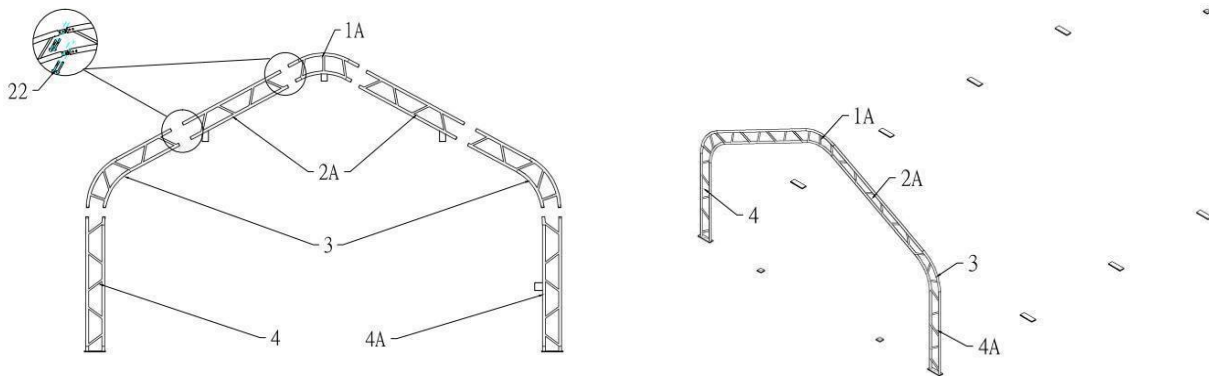
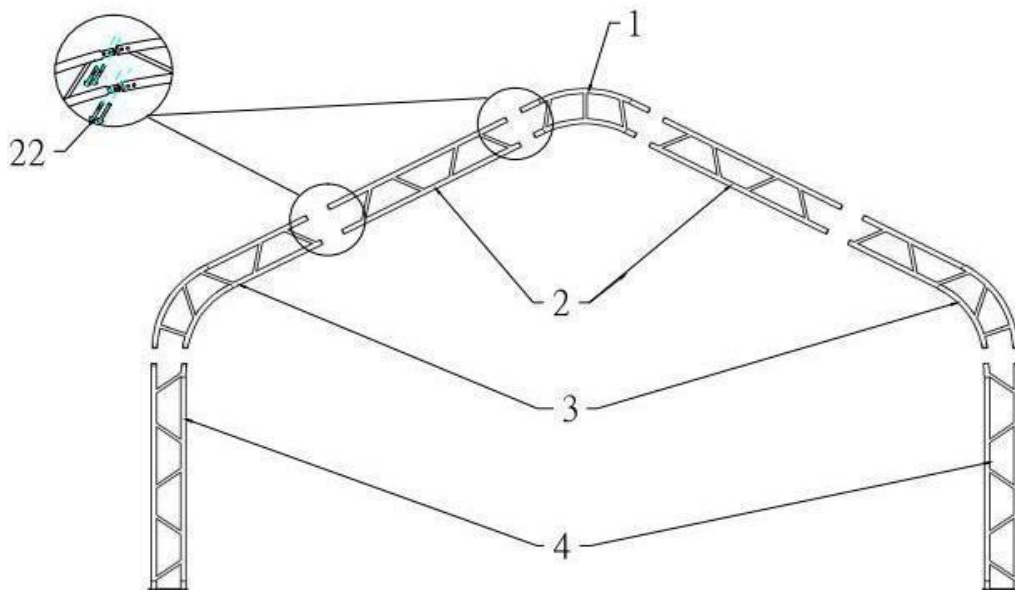
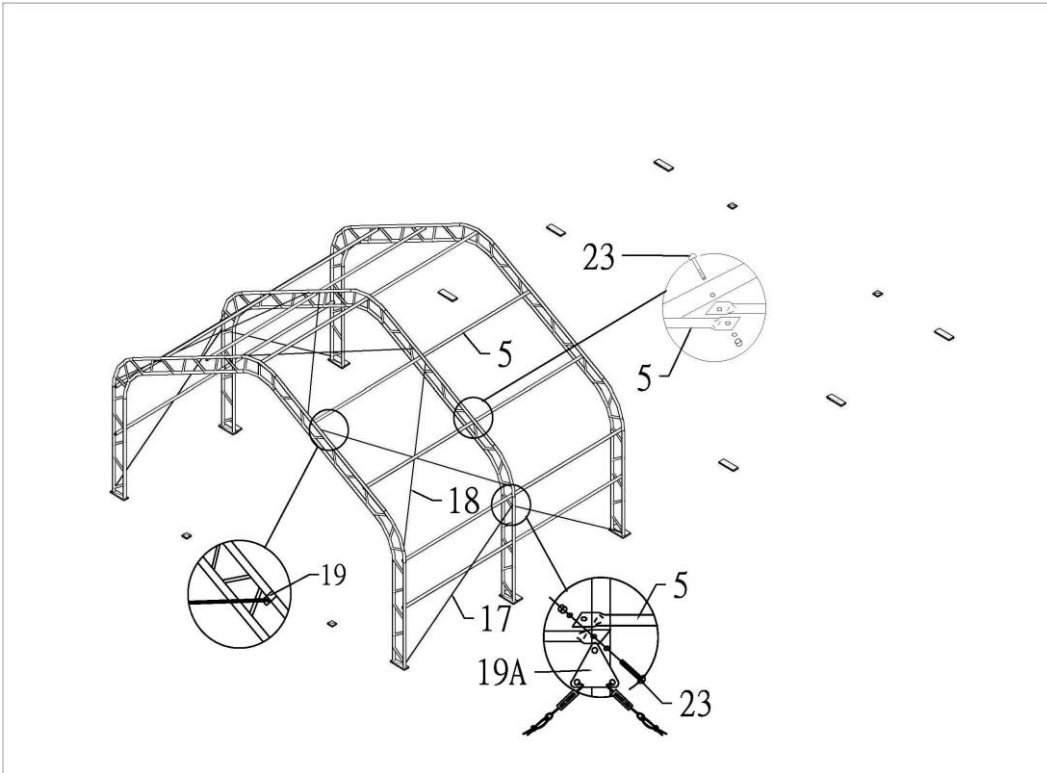

Bild 3
Bild 4
Bild 5
1. I bild 3 monteras takets böjda rör för fram- och baktörren (1A), fram- och baktörrens böjda rör för sidoväggen (2A) och axelrör (3), vertikalt rör (4) och framdörrens vertikala rör (4A) med M8x60-bultar (22). Placera bågen i röret med en vinsch (se bild 4).
2. I bild 4 monteras takets böjda rör (1), sidoväggens böjda rör (2), axelrör (3) och vertikalt rör (4) med M8X60-bultar (22). Placera bågen i röret med en vinsch. Fäst vågarna en åt gången (bild 5).
3. Montera bjälkarna (5) i tur och ordning i ramen med M10x70-bultar (23) (se bild 5). Montera stålvajern (17 och 18) ovan och på sidan med klämmor (19) (se bild 5).